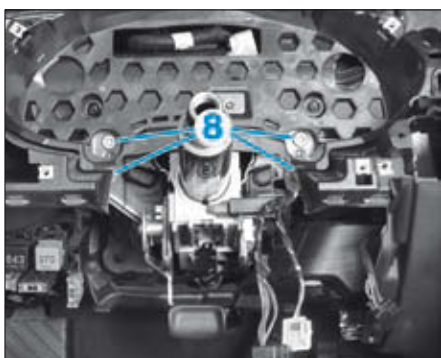

FIG. 7
- les vis (8) de la colonne de direction sur le tube central en soutenant la colonne de direction par le bas (Fig.7),